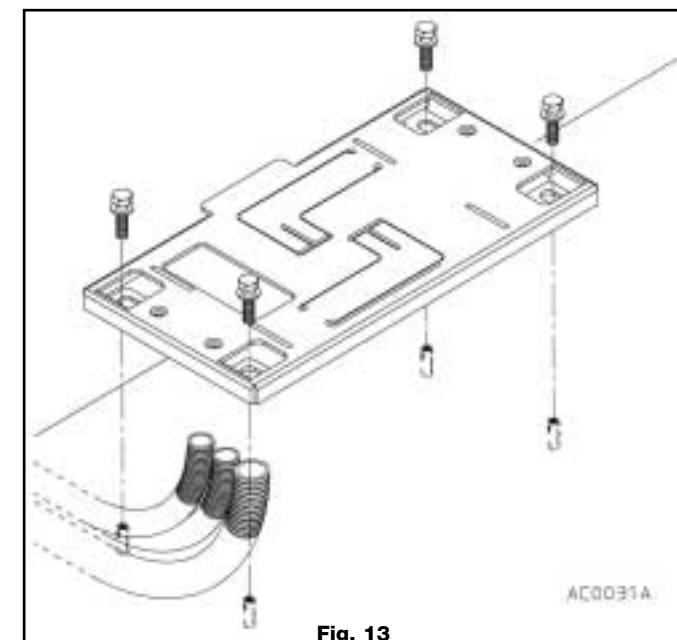

Fig. 13
- Insérer les chevilles dans les trous, placer et fixer la plaque d'ancrage à la base cimentée à l'aide de 4 vis et rondelles selon les spécifications de la fig.13.